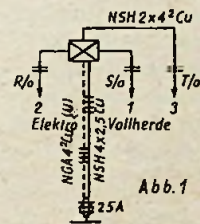
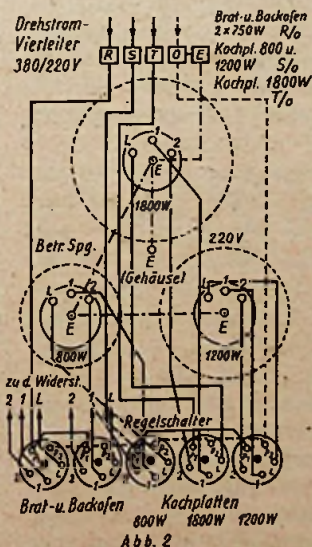

Abb. 1
Abb. 2
auszusehen, daß die Herde dauernd mit vollem Einsatz (Stufe III) im Betrieb sind und eine Verstärkung der Hauptzuleitung nicht sogleich erfolgen konnte. Diese starke Beanspruchung der Elektroherde veranlaßte öfter Störungen (Sicherungen brannten durch). Als im ersten Herde zwei Regelschalter ausfielen, wurde bei dieser Gelegenheit auch eine Gummischlauchleitung NSH 4 · 2,5² Cu auf Putz nachgelegt, die Hauptleitung von 4 auf 6,5² verstärkt und mit 25 A abgesichert. Abb. 1 zeigt den Anschluß der drei Herde an je eine Phase und Nulleiter bei symmetrischer Verteilung. Beim Schmelzen einer Sicherung fällt nur ein Herd kurzzeitig aus. Die elektrische Kochstromanlage ist jetzt betriebssicher. Herd 1 wurde vom dreiphasigen auf einphasigen Anschluß umgeschaltet (Abb. 2 und 3). Zum Ausbau der beiden defekten Regelschalter Herd 1 (Platte 1200 und 1800 W) und Einbau der neuen Schalter 15 A, 250 V müssen zunächst die Schalterknebel auf Stellung 0 und dann das Abschlußblech mit den markierten Schaltstellungen abgenommen werden. Die Kochplatten sind herauszunehmen und die Herdplatte muß freigelegt werden. Der Herd ist zuvor abzuschalten und die Anschlußleitung NSH 2 · 4² Cu abzuklemmen. Bevor neue Regelschalter eingebaut werden, muß die Schaltstellung 0 geprüft und festgestellt werden. An die Klemmen P1 und P2 der Schalter wird die Prüfspannung 220 V ~ gelegt und der Schalter betätigt, bis an den Klemmen L—1, L—2 und 2—1 keine Spannung liegt bzw. die Prüflampe (P) nicht brennt, also Schaltstellung 0 vorliegt. Die Schalter sind entsprechend der Schalterknebelstellung zu montieren (Abb. 4). Die Anschlußklemmen P1 und P2 sind gegenüber denen der alten Schalter nach links versetzt, da neue Schalter anderen Fabrikats vorgelegen